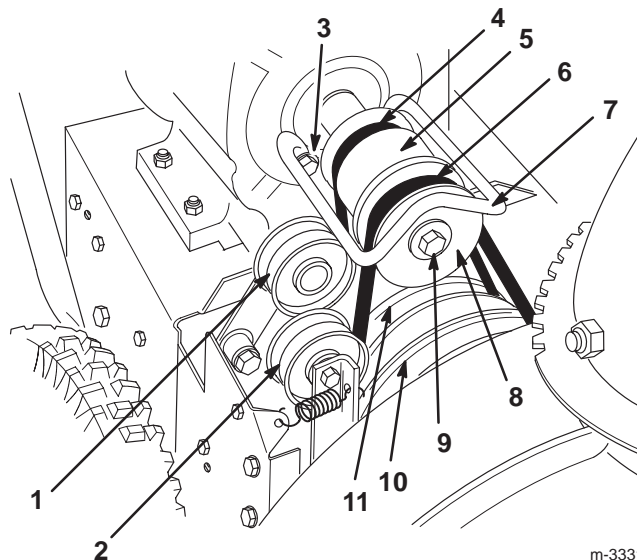

Figure 31
6. Retirez les 2 boulons, rondelles et rondelles-frein de fixation du guide-courroie (Fig. 31).
7. Retirez le boulon du vilebrequin du moteur avec sa rondelle et sa rondelle-frein (Fig. 31).
8. Détachez et déposez la poulie à gorge du moteur (Fig. 31).
10. Déposez la poulie du moteur (Fig. 31).
11. Retirez la courroie d'entraînement de traction hors de la poulie de traction et du vilebrequin du moteur (Fig. 31).
12. Tirez la poulie de tension vers l'extérieur et installez la courroie de rechange (Fig. 31).
14. Tirez la poulie de tension vers l'extérieur et passez la courroie d'entraînement de tarière/roue hélice devant la poulie du moteur, en veillant à la faire passer du côté intérieur de la poulie de tension (Fig. 31).
6. Retirez les deux boulons, rondelles et rondelles-frein de fixation du guide-courroie (Fig. 31).
9. Déposez la courroie d'entraînement de tarière/roue hélice (Fig. 31).
10. Tirez la poulie de tension vers l'extérieur et passez la courroie neuve autour de la grande poulie de tarière/roue hélice (Fig. 31).
11. Passez la courroie devant la poulie du moteur, en veillant à la faire passer du côté intérieur de la poulie de tension (Fig. 31).